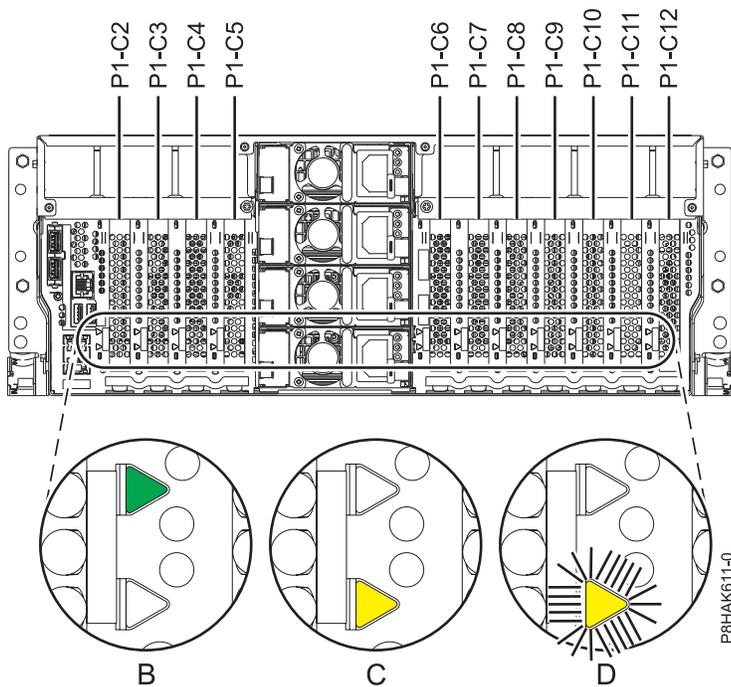
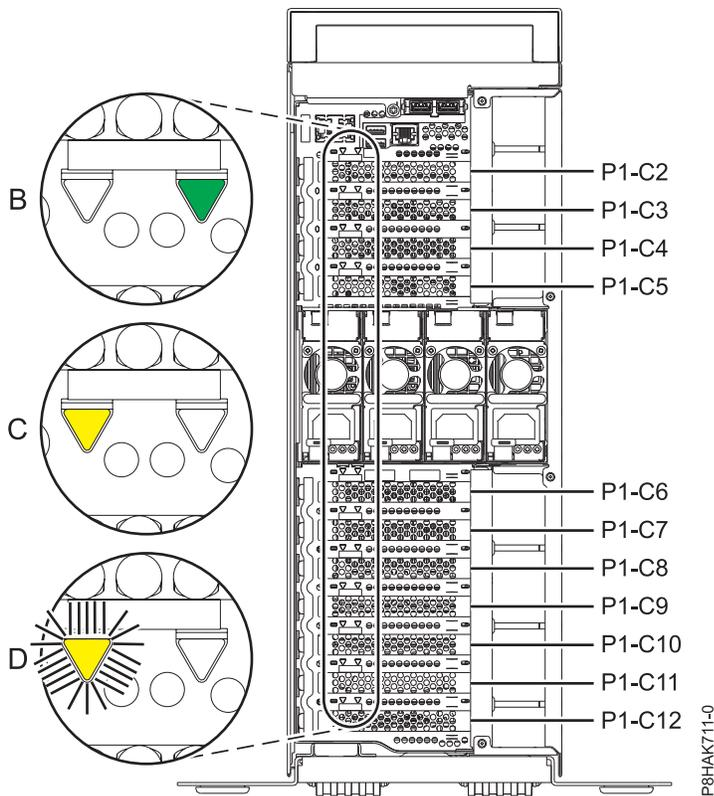

Figura 68. Ubicaciones de la ranura del adaptador PCIe y ubicaciones de los LED en un sistema montado en bastidor
Figura 69. Ubicación de la ranura del adaptador PCIe y de los LED en un sistema 8286-41A autónomo
Si está prestando servicio técnico para un adaptador PCIe anómalo, busque el LED ámbar parpadeante del adaptador PCIe anómalo para identificarlo. Consulte la Figura 68 y la Figura 69 en la página 79 que muestran el estado de los LED. Tenga en cuenta que el LED ámbar del adaptador PCIe anómalo está **parpadeando**, como se muestra en (D) en la Figura 68 y la Figura 69 en la página 79.
**Atención:** Si el adaptador PCIe está funcionando correctamente, el LED de actividad está **encendido** (verde) y el LED de error ámbar está **apagado**, como se muestra en (B) en la Figura 68 y la Figura 69 en la página 79. No intente extraer el adaptador PCIe en funcionamiento.